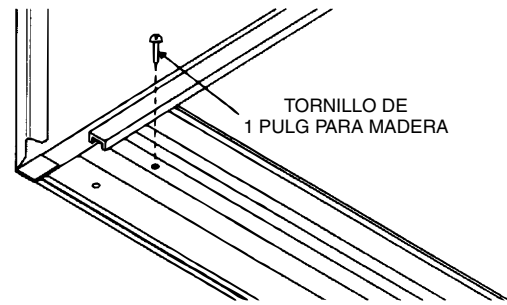

FIGURA 24 — FIJACIÓN CARRIL DE APOYO DE LA CAJA
- Asegure el carril de apoyo al marco de madera con dos tornillos largos para madera (de 1 pulg. de longitud) pasándolos por los agujeros en la parte inferior del canal. Vea la Figura 24.